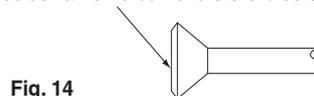

Fig. 14
- Durante il collegamento di elementi svasati, rivestire la superficie interna svasata soltanto con olio di etere od olio di estere. **(Fare riferimento alla Fig. 14)** Successivamente, ruotare il dado svasato 3 o 4 volte con la mano e avvitarlo.